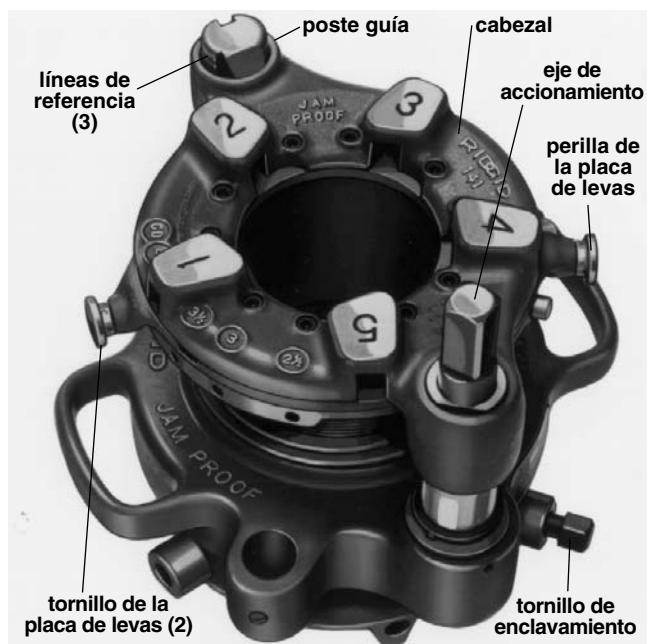

Figura 16 – Roscadora a Engranajes No. 141 mostrando la camisa del piñón y las líneas de referencia en el poste guía.
Sostenga el portamateriales y gire el extremo cuadrado del eje de accionamiento o gire la caja de engranajes a mano hasta la línea de referencia respectiva en el poste guía (*Figura 16*).
4. Para obtener una rosca recta, gire el poste guía hasta que la ranura recta apunte hacia adentro y, para obtener una rosca biselada o achaflanada, gire el poste guía hasta que la ranura biselada apunte hacia adentro. En la *Figura 16* se muestra al poste guía colocado para cortar una rosca biselada.
7. Para las Nos. 141 y 161: con la llave de cubo, afloje el tornillo de enclavamiento (*Figura 16*), gire el sujetapiezas a la posición de OPEN y extraiga el tubo.